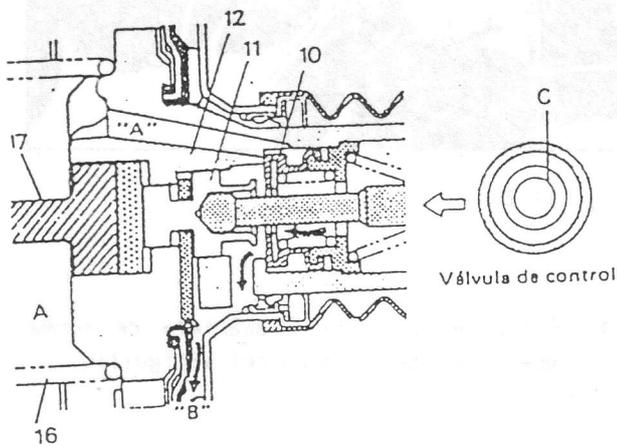

Fig. 19-23
- (3) Varilla de mando
- (7) Muelle de recuperación
- (10) Válvula de control de vacío
- (11) Válvula de aire
- (12) Pistón del servofreno
- (13) Chaveta de tope de la válvula de aire
- (16) Muelle de recuperación del pistón
A medida que la válvula de aire (11) (Fig. 19-23) es desplazada hacia la izquierda, impulsada por la varilla (3) al aumentar la presión de frenado sobre el pedal, se va separando de la cara frontal de la válvula de control de vacío (10) (detalle "e") permitiendo así que el aire del exterior penetre en la cámara "B". Dicha entrada de aire provoca una diferencia de presión entre las cámaras "A" y "B". Cuando esta diferencia de presión, llega a ser mayor que la presión del muelle (16) de recuperación del pistón (12), dicho pistón se desplaza hacia la izquierda al igual que la válvula de control (10). De este modo, una ligera presión de frenado aplicada al pedal de freno se convierte en un fuerte empuje del vástago (17) del pistón del servofreno sobre los pistones del cilindro principal.